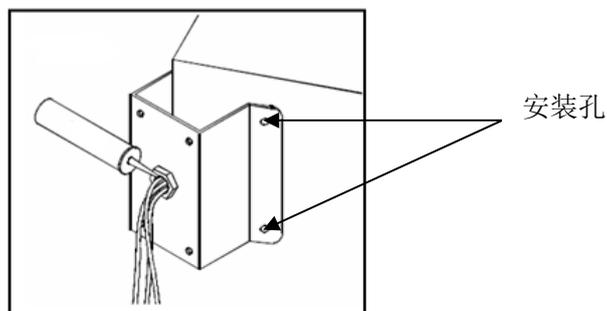

图 5.2.1 安装示意图
1、如图 5.2.1 所示，以角装附件的安装孔为模板，在成 90° 夹角的墙壁上画出打孔位置，并打孔装上 M8 膨胀螺栓。将一体化线缆穿过角装底座的中心孔、防水胶及支架的中心孔，留出足够的接线长度，并将角装底座用 M8 螺母紧固在墙壁上。